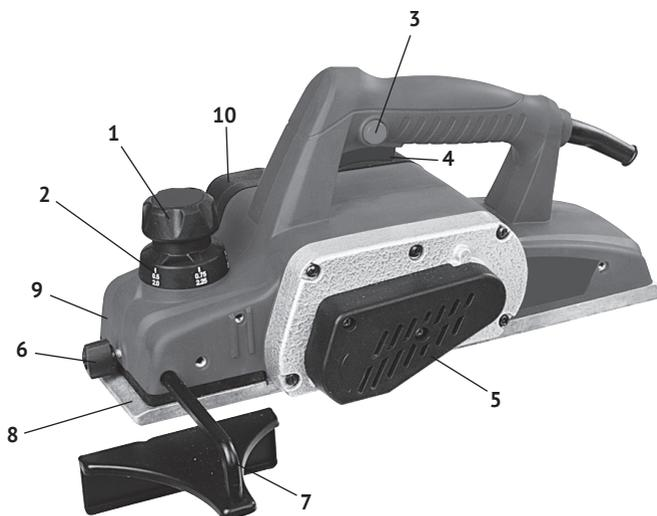

рис. 1
1.6 Общий вид рубанка представлен на рис.1
1.8 Клавиша выключателя (рис.1 поз.4) расположена в нижней части рукоятки. Во избежание самопроизвольного включения инструмента, выключатель снабжён блокировкой клавиши (кнопка блокировки, рис.1 поз.3, расположена на левой части рукоятки). Включение рубанка, осуществляется нажатием на клавишу выключателя указательным пальцем после нажатия и удержания кнопки блокировки большим пальцем. Рубанок отключается при отпускании клавиши выключателя, при этом кнопка блокировки (со щелчком) возвращается в исходное положение.
1.9 Рукояткой (рис.1 поз.1) регулируется глубина строгания. Поворотом рукоятки по часовой стрелке увеличивается глубина строгания в интервале от 0 до 3,0 мм (разметка шкалы с шагом 0,25 мм).
- вращением ручки (рис.1 поз.1), до совмещения цифры шкалы (рис.1 поз.2) с выступом на передней части корпуса (рис.1 поз.9), установить необходимую глубину строгания. Максимальную глубину (2,5-3 мм) следует устанавливать для обработки дерева мягких пород и черновой (обдирочной) обработке. Для окончательной (чистовой) обработки, выставляется небольшая (около 0,5 мм) глубина строгания;
- при обработке широких заготовок рекомендуется установить параллельный упор (рис.1 поз.7). Это позволит (при ровном крае заготовки) сострогать точно выставленную полосу от края.
- регулировку ножей по высоте (рис.3) произвести при выставленной рукояткой (рис.1 поз.1) нулевой глубине строгания. Используя жесткий, плоский брусок (линейку), положенный на подошвы основания. Барабан проворачивается (при отключённом от сети рубанке) вручную свободно, ножи не задевают брусок.